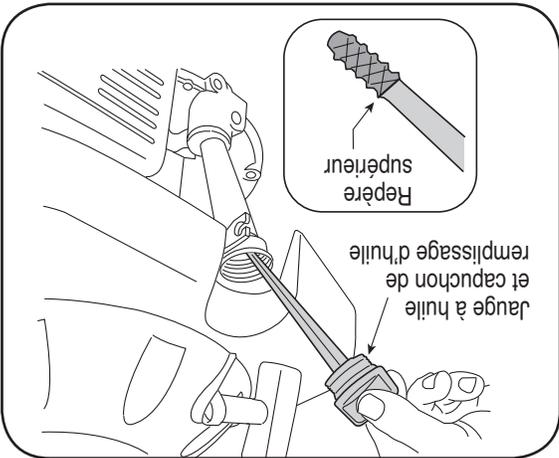

Figure 3-3
1. Enlevez le capuchon de remplissage de l'huile et essayez la jauge à huile. Voir la Figure 3-3.
3. Si le niveau d'huile est bas, ajoutez lentement de l'huile jusqu'à la limite supérieure sur la jauge. Voir la Figure 3-3.